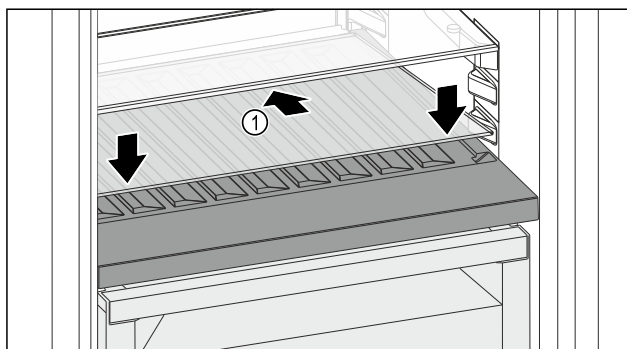

Fig. 146
- Skleněnou desku Fig. 146 (1) zasuňte šikmo a skloněnou dozadu dolů.
- Skleněnou desku Fig. 146 (1) vpředu spusťte dolů.